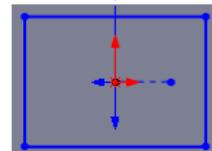

图 16.2.39 编辑草图
- (4) 编辑草图，如图 16.2.39 所示。退出草图环境，完成成形特征 1 的创建。